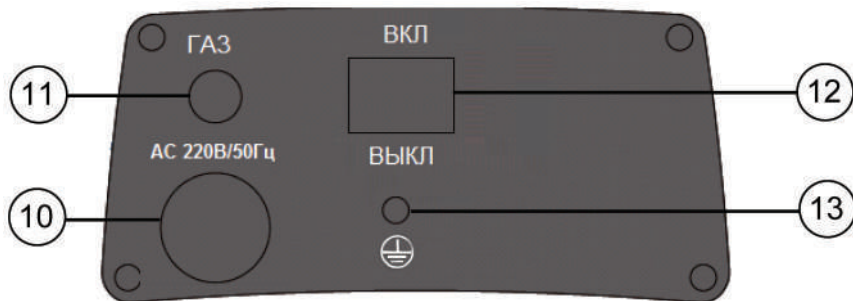

Рис. 2
3. Подсоедините газовый шланг к штуцеру (поз. 11, Рис. 2) на задней панели аппарата, а другой его конец к газовому баллону через редуктор.
10. Подключите аппарат к электросети и включите аппарат выключателем (поз. 12, Рис. 2) на задней панели аппарата.
2. Подключите аппарат к электросети и включите аппарат выключателем (поз. 12, Рис. 2) на задней панели аппарата.
Включите аппарат с помощью выключателя (поз. 12, Рис. 2). Подождите 5 секунд для загрузки программы LCD дисплея.